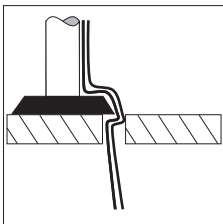

Abb. 2 Fig. 2
- Positionieren Sie die Werbetafel und kleben Sie deren Grundplatte mit einem Tropfen Sekundenkleber auf der Anlagenplatte fest (Abb. 2).